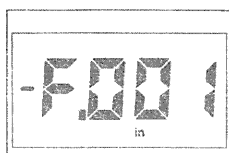

図 3-8
- － -F. nnn が表示されると、空きファイルになります。(図 3-8)